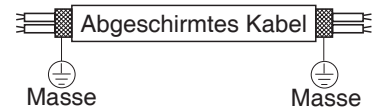

Abb. 4-4
- (5) Als Geräteverbindungskabel für die Steuerung (c) müssen abgeschirmte Kabel verwendet werden, wobei die Abschirmung auf beiden Seiten geerdet werden muss, da andernfalls Funktionsstörungen durch Störsignale auftreten können (Abb. 4-4). Die Kabel sind wie im Kapitel "4-3. Stromlaufplan" anzuschließen.